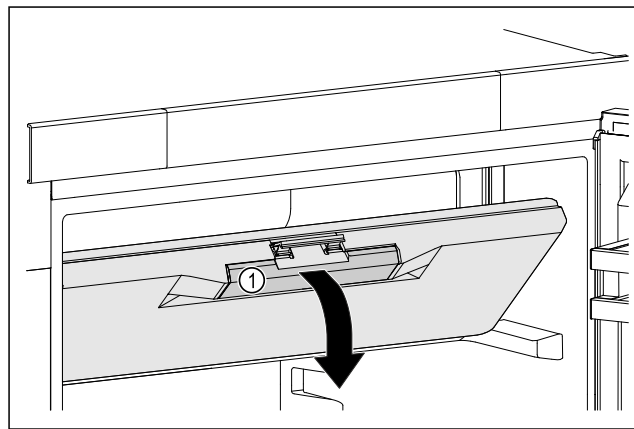

Fig. 48
- Tartu pakastelokeron oveen tartuntasivennyksistä Fig. 48 (1).